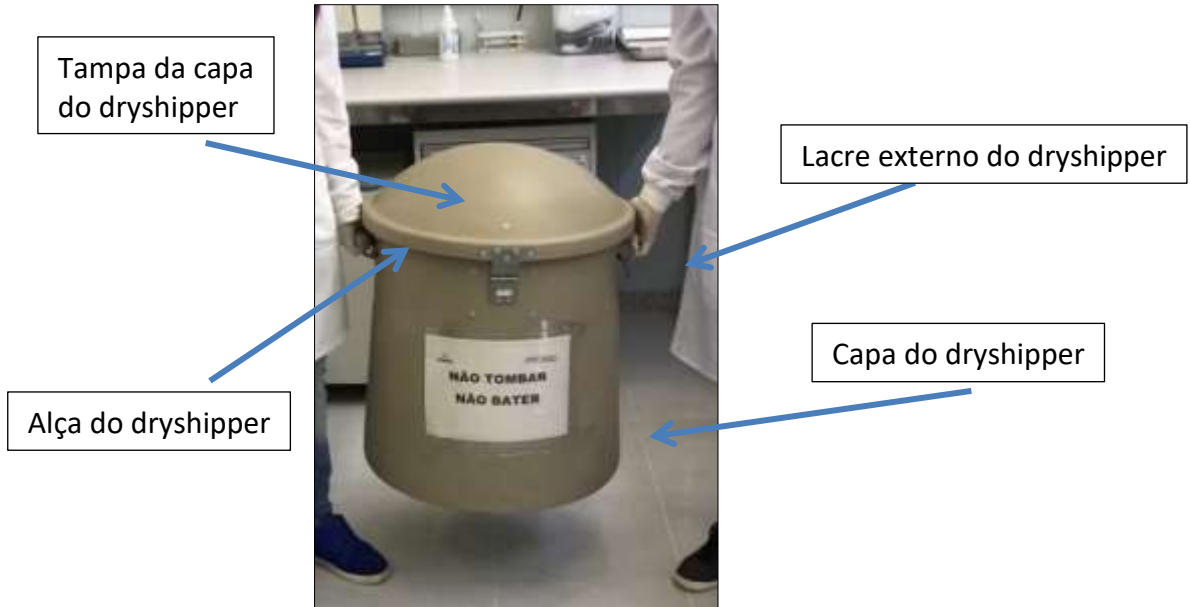

Figura 1: Modo correto de carregar o Dryshipper
1.1 Carregar o conjunto por duas pessoas pelas alças ou em carrinho próprio (Figura 1).